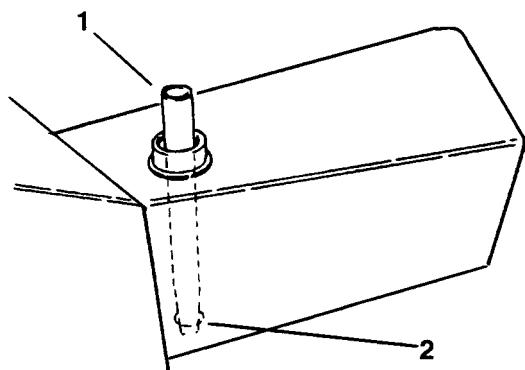

Fig. 36
2. Hvis kun filteret skal udskiftes, fjern dækslet på beholderen og sæt beholderproppen i (Fig. 36) for at blokere udløbet.